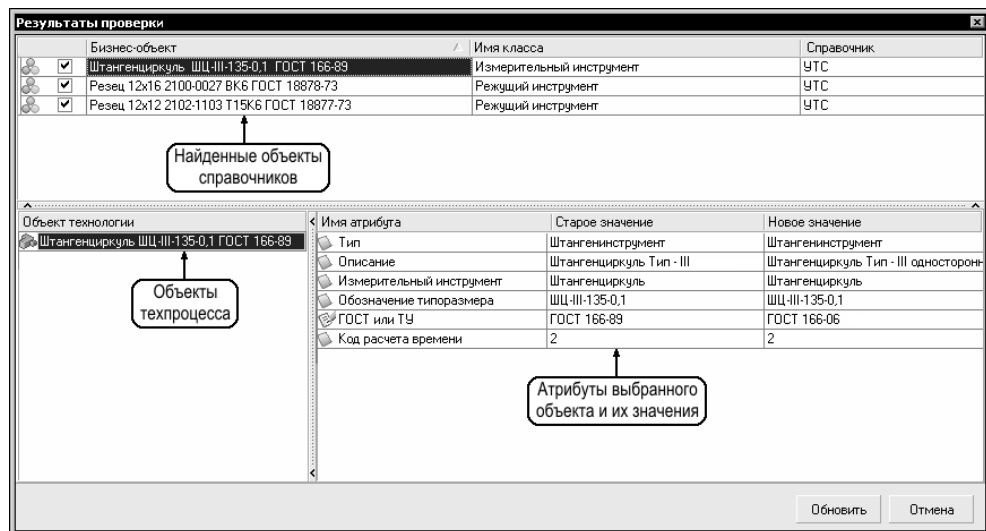

Рис. 9.74. Окно Результаты проверки
В процессе проверки определяются права активного пользователя и проводится проверка данных в ТП, которые пользователь может ввести в текст ТП только с помощью справочника. Если в процессе проверки ТП обнаружены элементы с измененными значениями атрибутов, или элементы, удаленные из справочников, то вся информация о несовпадении справочных данных с данными из ТП выводится в окно **Результаты проверки** (рис. 9.74).
- атрибуты объекта из техпроцесса не соответствуют атрибутам этого объекта, заданным в справочнике. Из примера рис. 9.74 видно, что с момента ввода данных о штангенциркуле в ТП изменился номер его стандарта (ГОСТ) — значение атрибута ГОСТ или ТУ в техпроцессе не соответствует значению этого атрибута в справочнике;